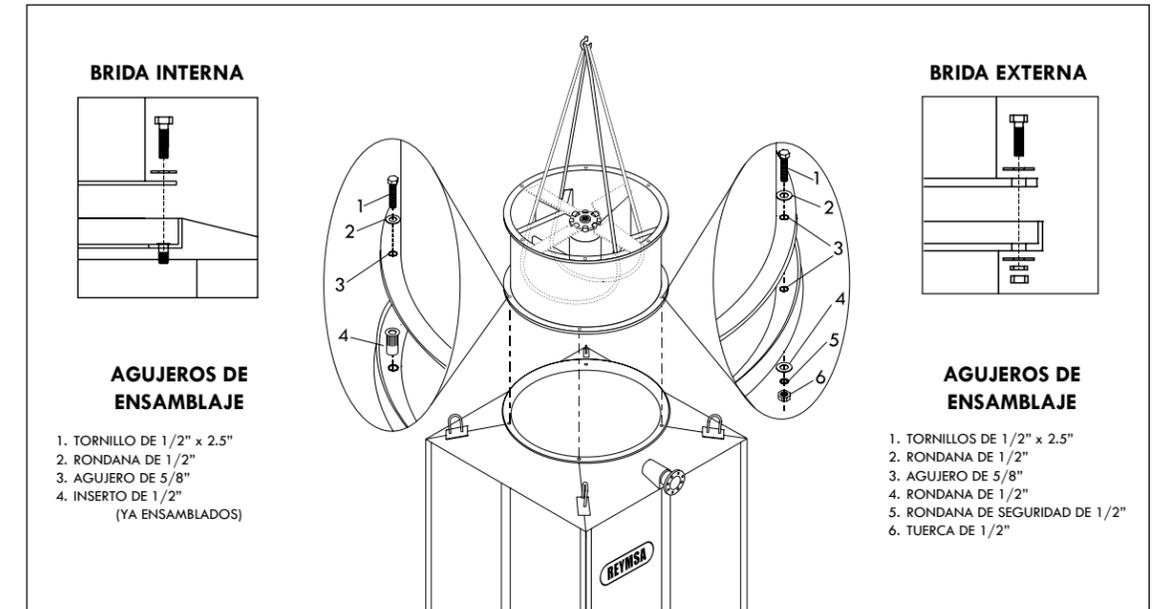
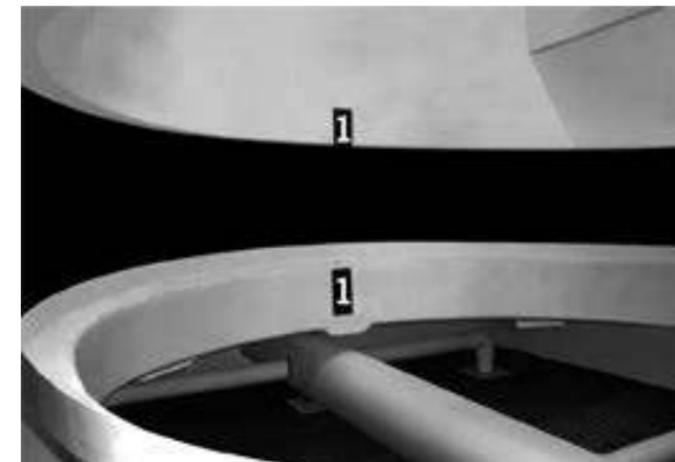

Figura A-8: Instalación del ducto del ventilador en torres de un ventilador
Figura A-9: Alineación del ducto en torres de un ventilador
L. Ahora coloque el ducto del ventilador en la brida receptora de la sección superior (ver Figura A-8); asegúrese de que los tornillos y los agujeros dentro del ducto y la brida están alineados, (ver Figura A-9). Asegúrelos con los tornillos de acero inoxidable suministrados por REYMSA. Hay dos tipos de bridas, cada una tiene sus piezas de ensamble (ver Tabla A-2 para verificar el tipo de brida de su torre).